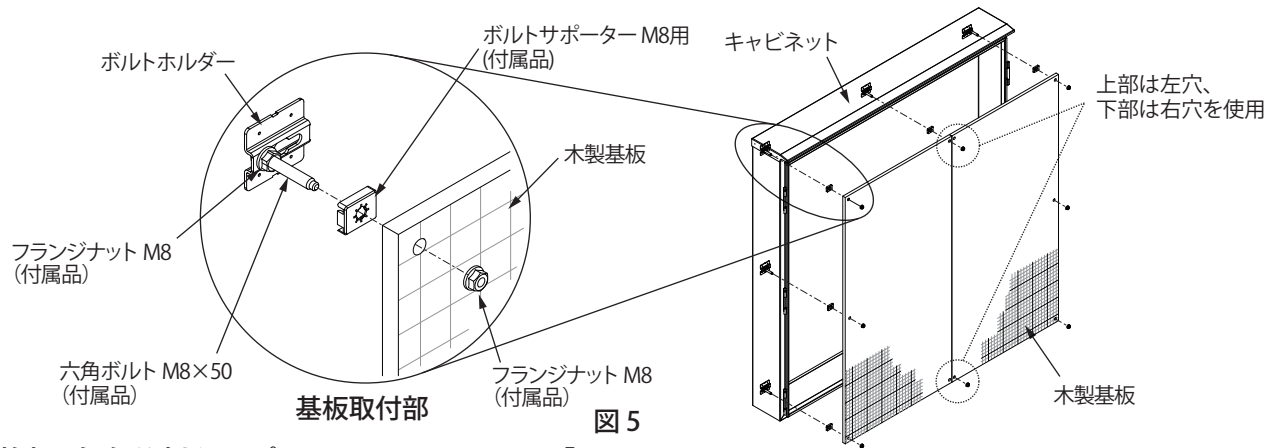

図5
- (1) キャビネットに取付けの鉄製基板および固定に使用している取付部品をすべて取外してください。
- (2) キャビネットのボルトホルダーに六角ボルト M8×50(付属品)をセットし、フランジナット M8(付属品)で取付けてください。(図5)
- (3) ボルトサポーター M8用(付属品)、木製基板の順にセットし、フランジナット M8(付属品)で取付けてください。(図5)
上下と中央では木ねじ4.5-16(付属品)を取付ける位置が異なりますので、図5で示した位置に取付けてください。